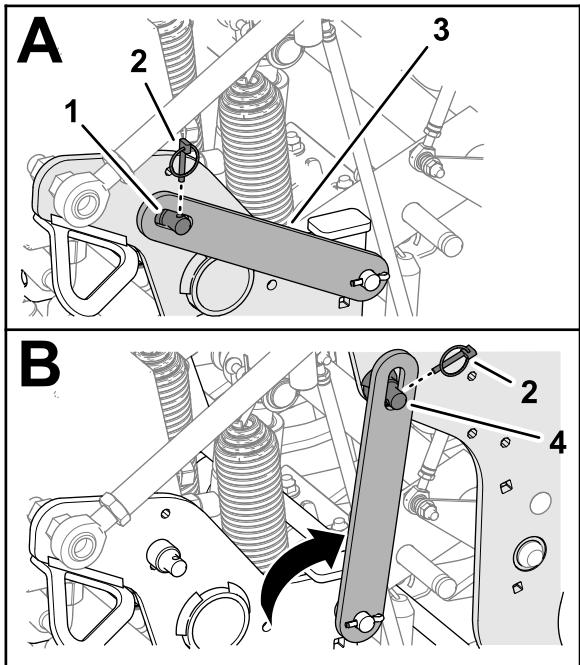

Figura 102
4. Retire el pasador de seguridad que fija el cierre de mantenimiento a la placa lateral (Figura 102).